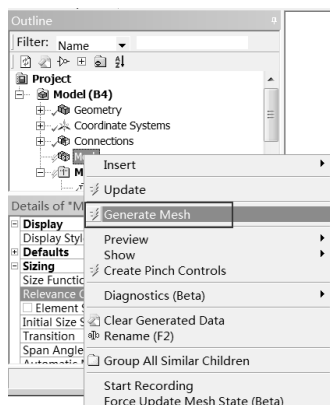
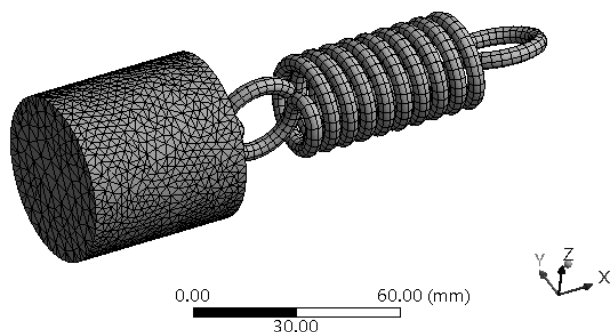

图 9-58 划分网格
图 9-59 网格效果
Step4: 在 Outline (分析树) 中的 Mesh 选项上右击, 在弹出的快捷菜单中选择  Generate Mesh 命令, 如图 9-58 所示。此时会弹出进度显示条, 表示网格正在划分, 当网格划分完成后, 进度条自动消失。最终的网格效果如图 9-59 所示。